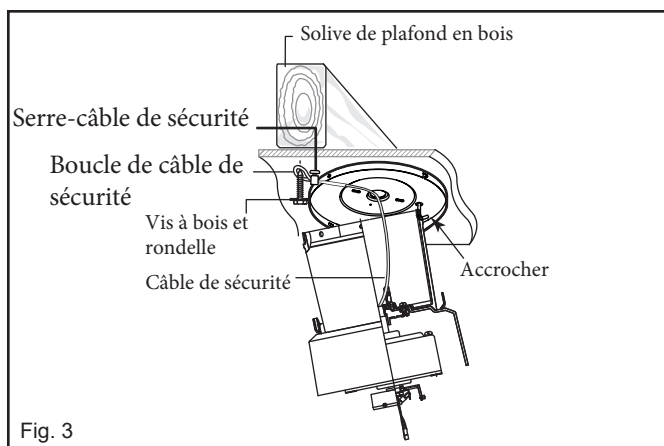

Fig. 3
Étape 5. Soulevez soigneusement le moteur du ventilateur (sans les pales) en position en suspendant le moteur au crochet du support de montage au plafond, ce qui lui permet de pendre librement. (Fig.3)